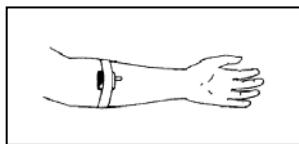

図1
- 9.接続部にテープを巻き、両者を固定し、留置部位を滅菌ガーゼ等で覆う(図1)。必要に応じて抗生物質入り軟膏を挿入部に塗布する。